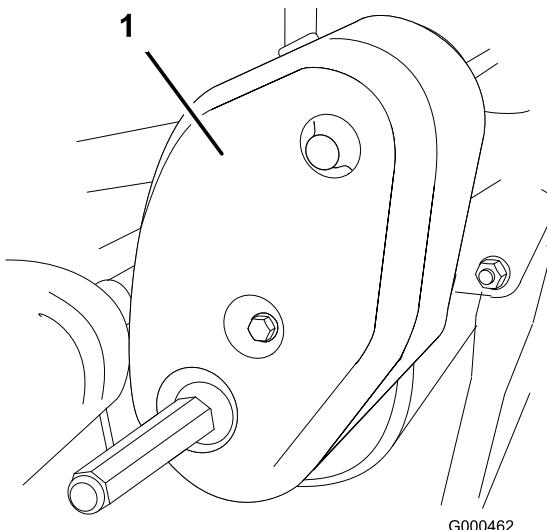

図 38
1. ベルト・カバー取り付けネジ(図38)を外してベルトを露出させる。